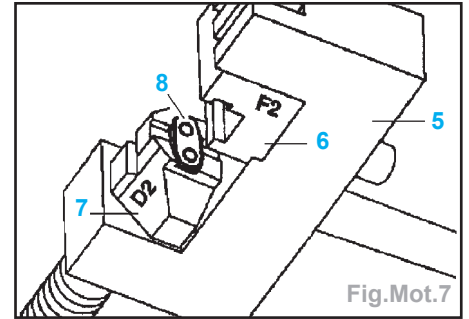

Fig.Mot.7
- poser et fixer l'enclume de contre-appui (6) marquée F2 dans l'outil de rivetage (5) (Fig.Mot.7),